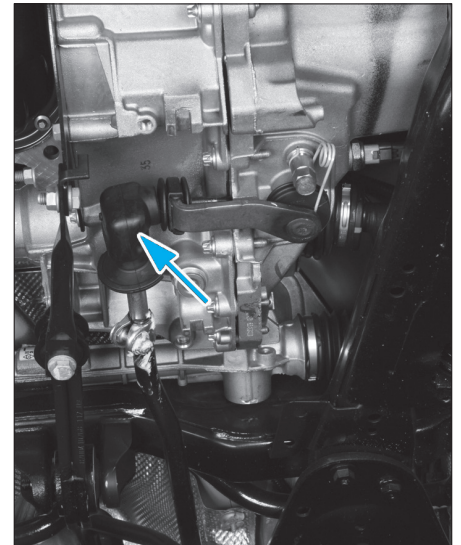

Fig. 4
- Déposer l'écrou de fixation de la tringle de levier de vitesses situé derrière le soufflet de protection (Fig.4).